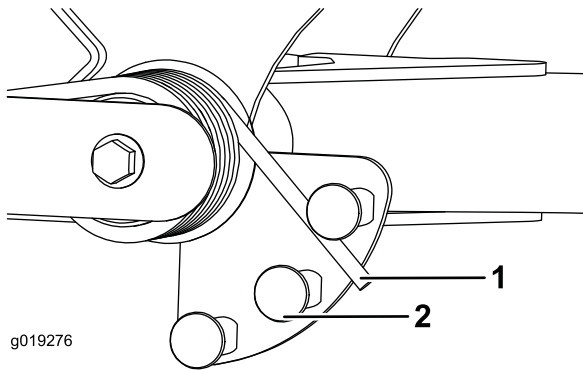

図 35
2. スプリングの長い方の端部にチューブのようなものを取り付けて、スプリングアクチュエータの周囲に巻きつけるようにして希望位置にセットする 図 35。